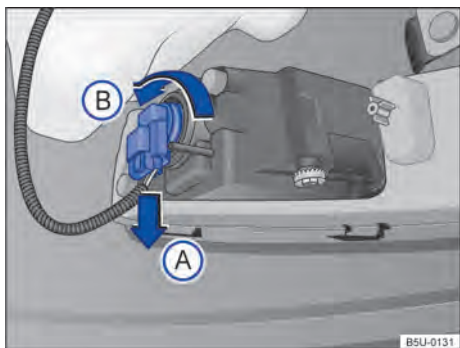

Fig. 175 Atrás do para-choque dianteiro: acesso à lâmpada incandescente do farol de neblina.
2. Desencaixar o conector de alimentação da lâmpada → Fig. 175 no sentido da seta (A), pressionar, ao mesmo tempo, a trava de fixação do conector.
3. Girar o soquete da lâmpada → Fig. 175, no sentido anti-horário da seta (B), e desencaixá-lo do alojamento.